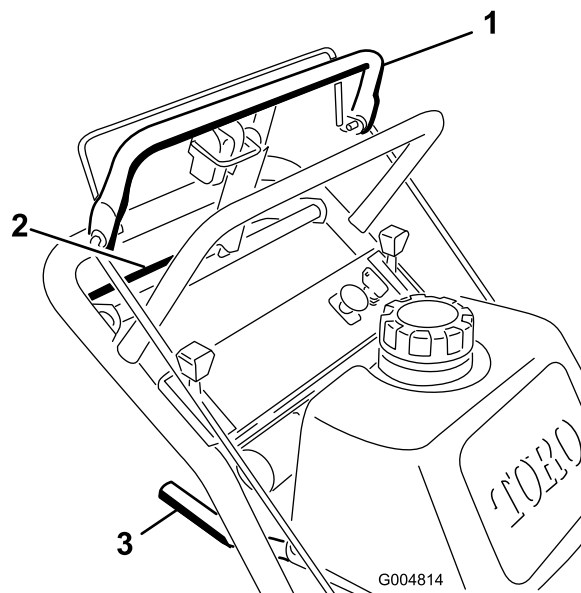

Figura 10
1. Para ir para a frente, mova a alavanca das mudanças para uma velocidade para a frente (Figura 10).
3. Lentamente, pressione a barra de controlo superior para se mover para a frente (Figura 10).
Para ir a direito, aplique pressão igual em ambas as extremidades da barra de controlo superior (Figura 10).
Para virar, liberte a pressão no lado da barra de controlo superior da direcção para a qual pretende virar (Figura 10).
3. Lentamente, aperte a barra de controlo inferior e o manípulo inferior em conjunto para se mover para trás (Figura 10).
7. Ao mesmo tempo, engate a barra de controlo inferior e eleve o manípulo inferior para conduzir a máquina sobre a berma (Figura 10 e Figura 11).
4. Ao mesmo tempo, engate a barra de controlo inferior e eleve o manípulo inferior (Figura 10 e Figura 11).